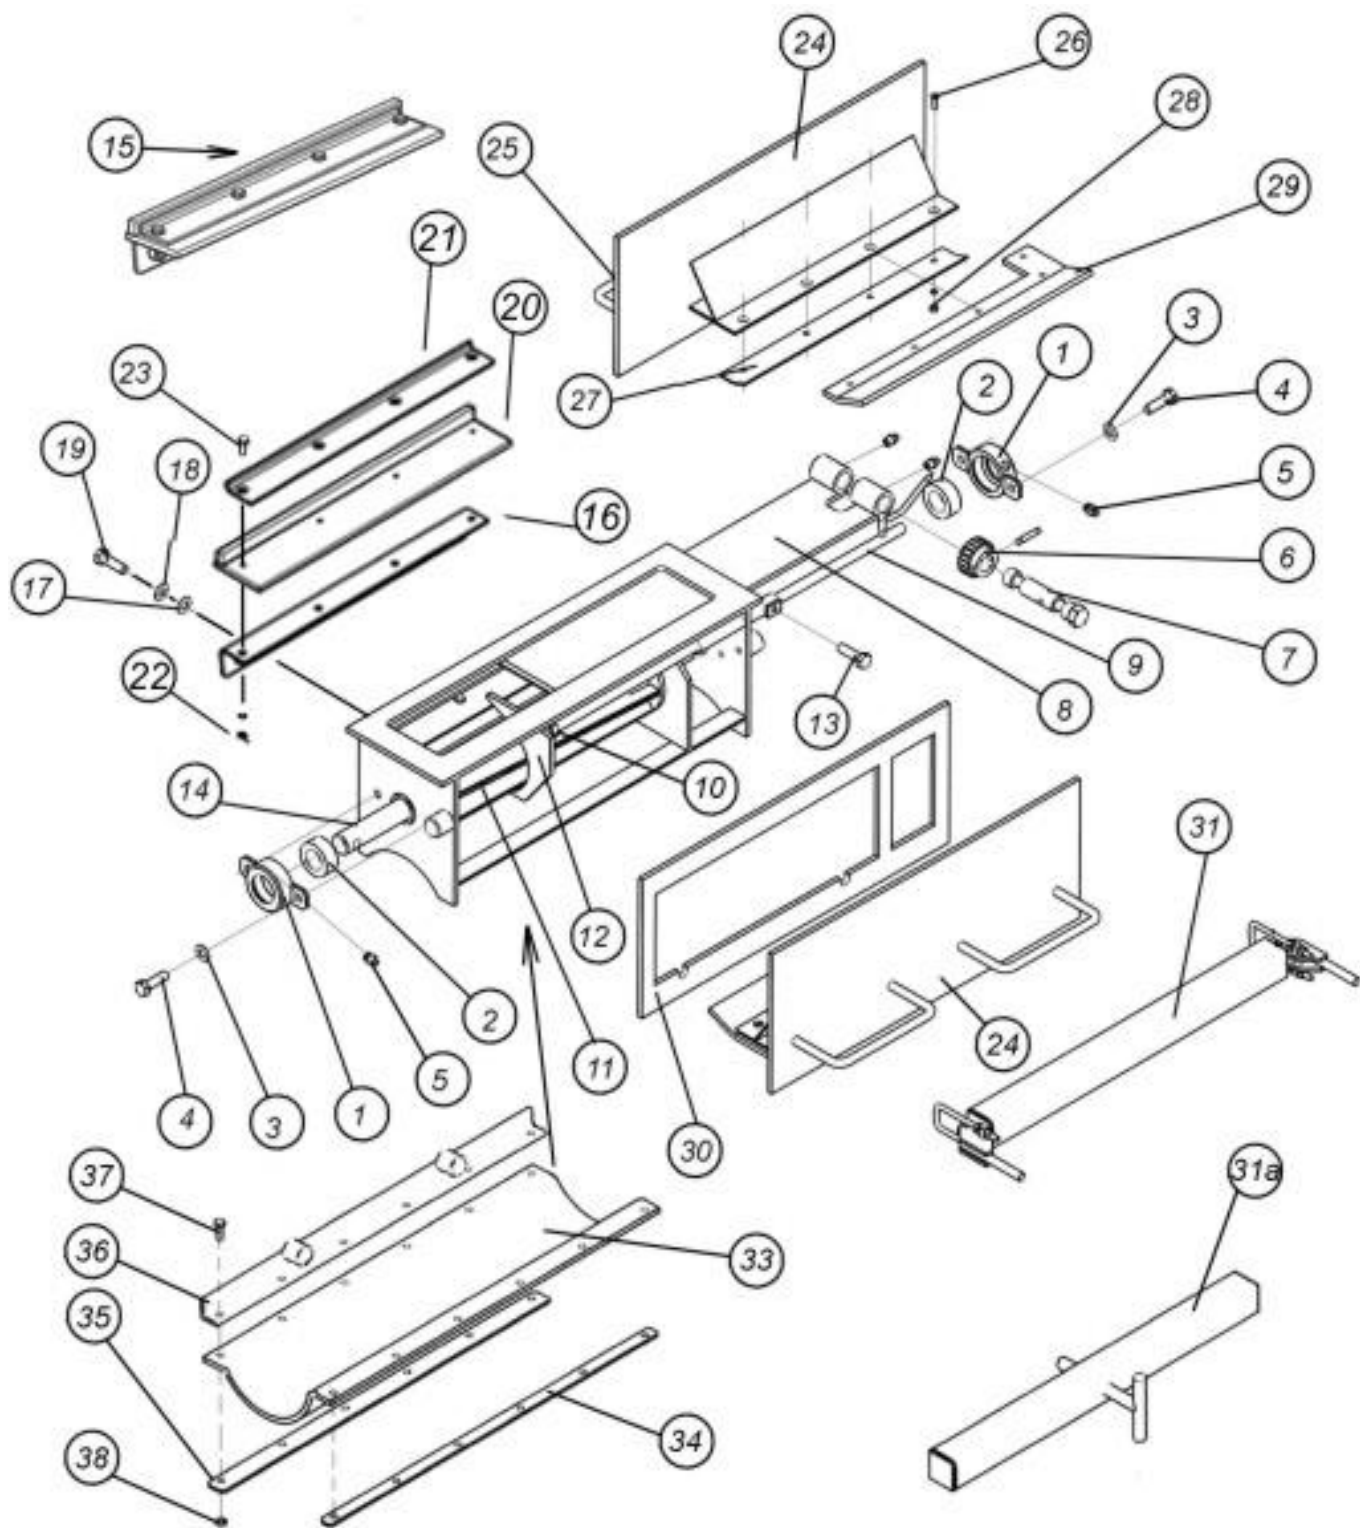

Рис. 7.2.14. Дозирующий узел
**7.2.14. Высевающий узел (рис. 7.2.14)**